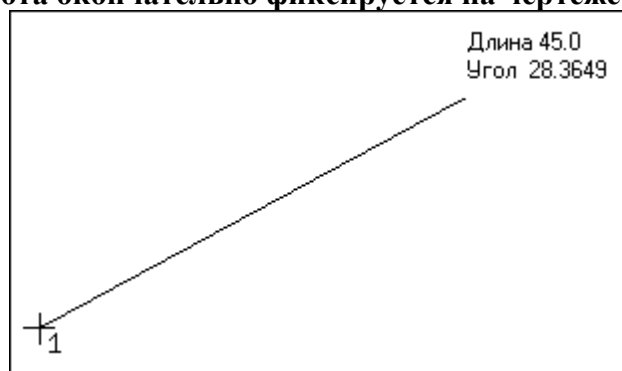

Рис. 1.59. Фантомное отображение отрезка
- **Фантомы** – дает возможность управлять отрисовкой фантомов. *Фантом*– это временное изображение графических объектов, показывающее процесс их создания или размещения на чертеже. Как правило, фантомы всегда рисуются тонкими линиями в серых тонах. Фантомы используются практически для всех команд ввода и редактирования графических объектов. Например, при построении отрезка на чертеже, после фиксации первой его точки, вы можете видеть фантомное изображение (рис. 1.59), начальной точкой которого будет только что указанная, а конечной – указатель мыши. При перемещении указателя фантом отрезка передвигается за ним. Существование фантома прекращается сразу после фиксации второй точки, а отрезок размещается на чертеже. При вставке библиотечного элемента в документ он сначала также отображается фантомом и лишь после указания точки вставки и угла поворота окончательно фиксируется на чертеже;